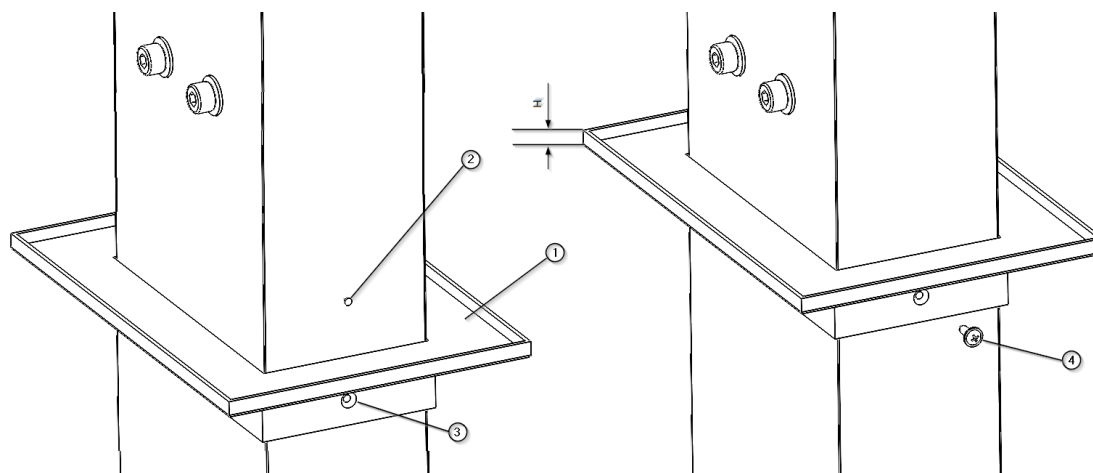

Fig. 8 Montage de la garniture de toit du tuyau de descente
- Présentez la garniture du tuyau de descente ① (préassemblée) dans sa position finale et marquez le trou ② pour la vis autotaraudeuse ④ en l'appuyant dans le trou de la garniture ③. Percez un trou avec une mèche de 3 mm.
- Enfin, fixez la garniture du tuyau de descente ① en vissant la vis autotaraudeuse ④ comme indiqué dans la figure 8.